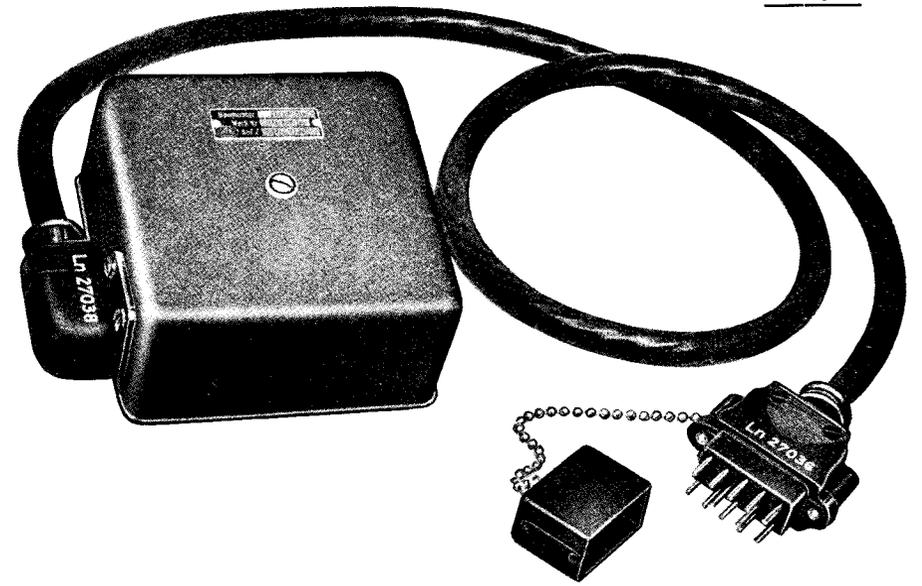

Abb. 1. Außenansicht des Frequenz-Kontrollgeräts
A. Aufbau (vgl. Anlage 2, Abb. 1 und 2)